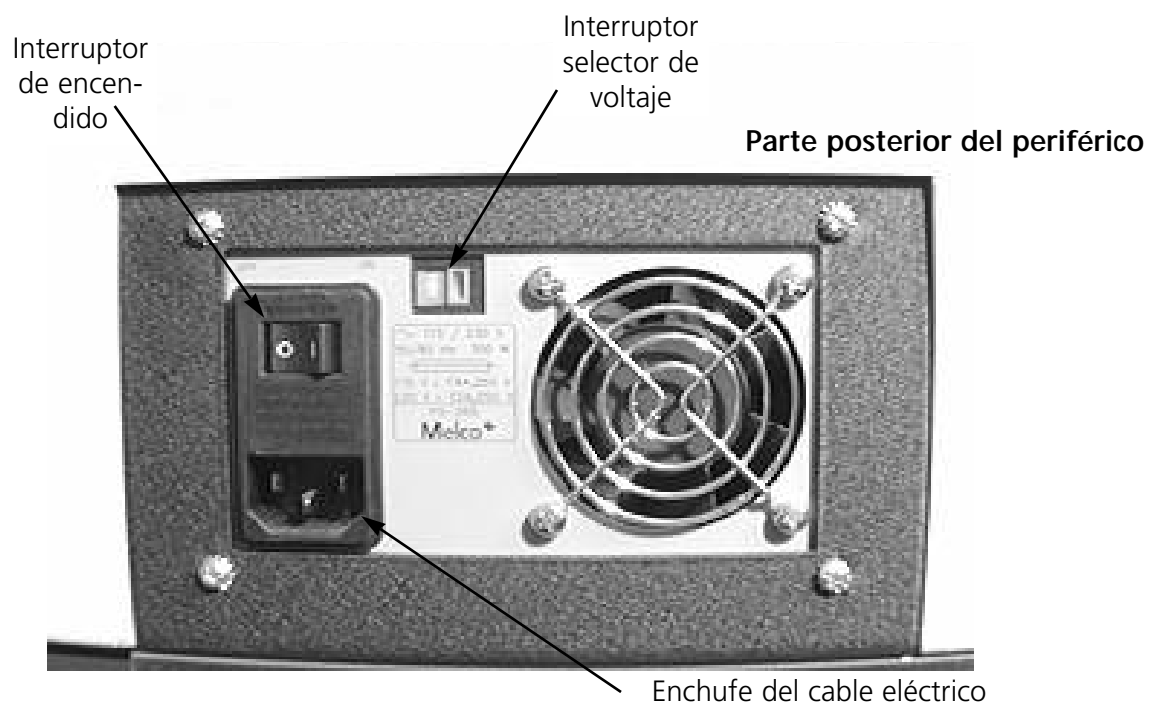

Figura 1-8
3. Enchufe el cable eléctrico en la parte posterior de la unidad como se ilustra en la figura 1-8.